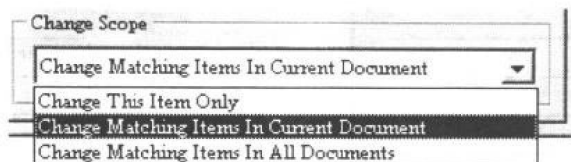

图1.9 Change Scope 中的下拉框
- Change Scope 区域，其功能是设定修改属性的范围。该区域中的下拉列表框见图 1.9。